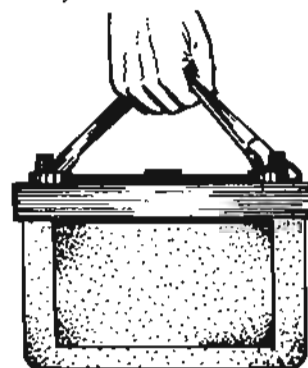

Fig. 3
- f Saque la batería (fig. 3).